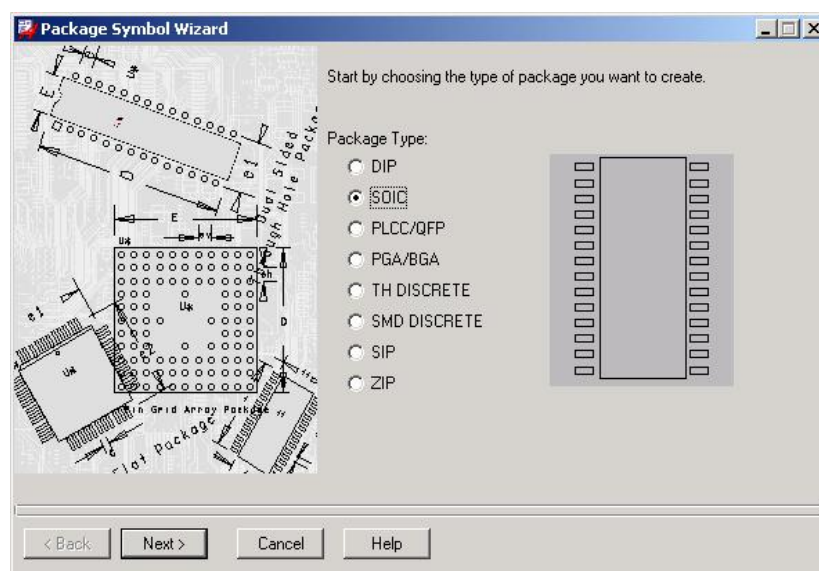

图 6-17 选择器件封装类型
- 2) 择器件类型，在弹出的如图 6-17 所示的对话框中选择器件类型 [SOIC]，单击 Next 按钮进放下一步。